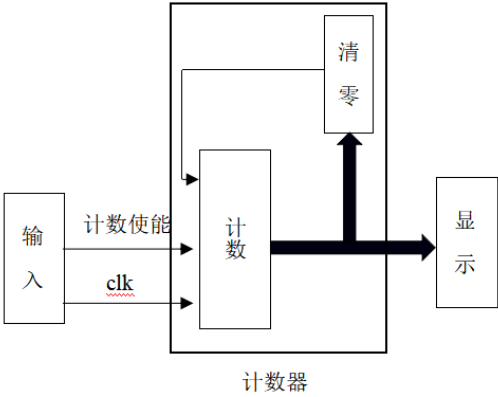

图 1 十进制计数器原理框图
<div>一、实验目的</div> <div>(参考实验指导书撰写)</div> <div>1. 掌握计数器的工作原理</div> <div>2. 掌握利用集成器件设计计数器的方法</div> <div>二、任务一设计与实现</div> <div>1. 要求</div> <div>(参考实验指导书撰写)</div> <div>任务: 设计一个十进制计数器</div> <div>要求:</div> <div>(1) 输入端包括: 时钟端、清零端、计数控制端。</div> <div>输出端包括: 4 位计数输出端和 1 位进位输出端。</div> <div>(2) 课前编写好程序。</div> <div>(3) Quartus II 13.0 软件进行编辑、编译、仿真。</div> <div>(4) 根据实验平台进行引脚分配并下载演示实验结果。</div> <div>2. 设计思路</div> <div>(根据要求先用文字进行描述如何实现该电路, 并给出电路的总体框图。)</div> <div>图 1 为十进制计数器原理框图, 本次实验共涉及三个模块。其中输入信号可由拨动开关提供, 显示模块可以由直接由 LED 显示或通过七段译码电路送数码管显示, 计数器模块包括计数逻辑和清零逻辑, 其中计数逻辑完成计数器加 1 的功能, 清零逻辑在计数到 9 时输出清零信号, 在下一个时钟到来时完成计数器清零。</div> <div>报告部分, 尽量格式、字体统一, 减少不要的空行; 各部分要有相应的文字描述, 不能只有图没有文字。</div>
附图 1：任务一原理图或程序代码